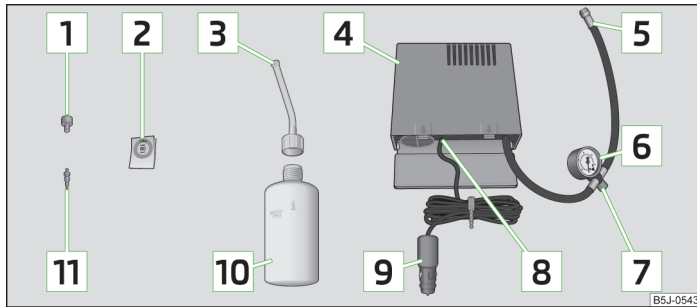

Fig. 145 Componentes del kit de averías
- Pegue la etiqueta adhesiva **2** » fig. 145 de la página 194 sobre el tablero de instrumentos en el campo visual del conductor.
- Agite la botella de inflado de neumáticos **10** » fig. 145 de la página 194 fuertemente varias veces.
- Enrosque el tubo flexible [5] » fig. 145 de la página 194 del compresor de aire fijándolo en la válvula del neumático.